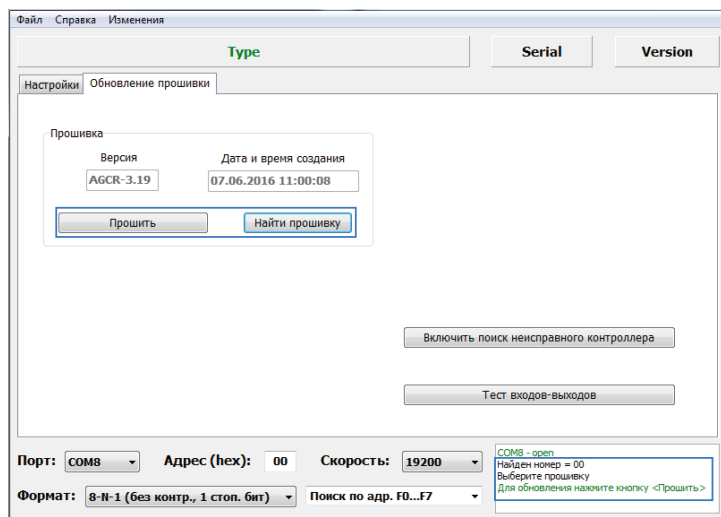

Рис.16. Обновление прошивки неисправного считывателя.
- Подключите считыватель «АвтоГРАФ-CardReader-Light+» с поврежденной прошивкой к программатору «TKLS-Prog-RS485», подключенному к компьютеру. Программа «AGPConf» обнаружит неисправное устройство и предложит выбрать файл прошивки для загрузки в это устройство – в окне состояния появится сообщение «Выберите прошивку» и на вкладке станет доступной кнопка «Найти прошивку» (Рис.16).